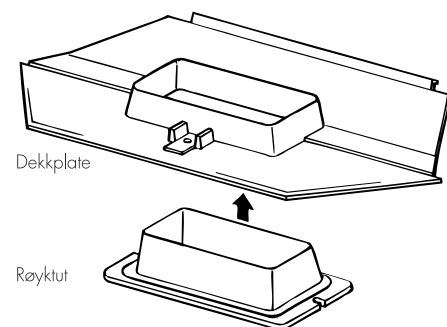

Fig. 7
6. Røyktutens krave (flens) påføres ovnkitt utvendig, deretter føres den gjennom hullet i FØNIX CB og opp i hullet i dekkplaten og festes med to skruer (fig. 7). Bruk de store stoppskivene på boltene.